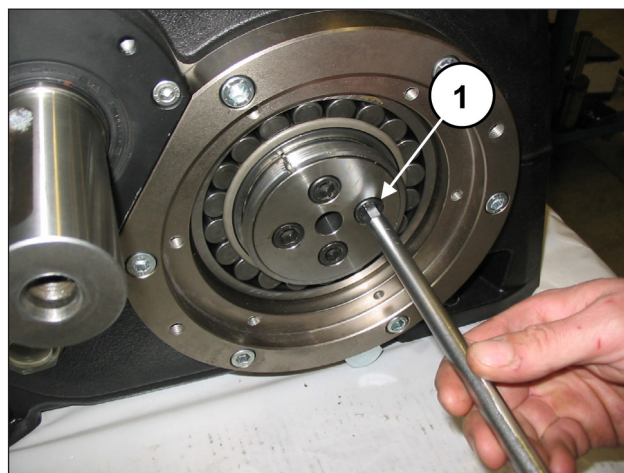

Рис. 89
Повторите эту операцию с противоположной стороны. Снимите винт M16 с коленвала. Прикрутите оба фиксирующих фланца втулки к коленвалу 4+4 винтами M12x25 (поз. ①, Рис. 89).